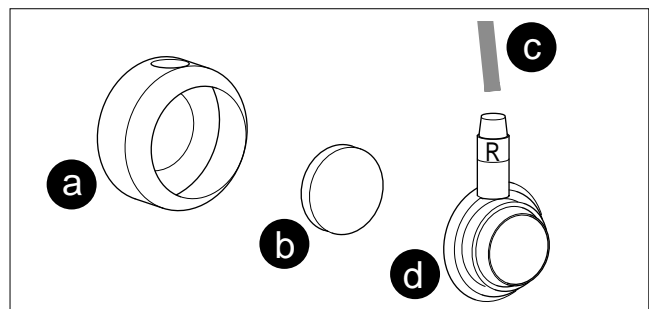

Figure 6-1. Nettoyage de l'électrode
- \* Retirez la ventouse (a) et le disque filtrant (b) (figure 6-1).